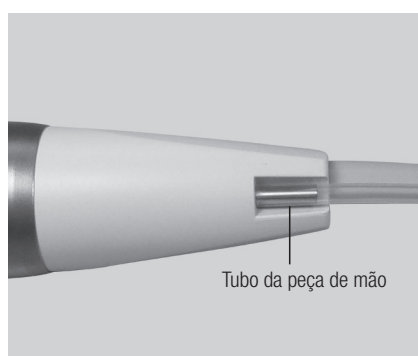

Fig. 11
- 4) Introduza a outra extremidade do tubo de irrigação no tubo respetivo da peça de mão (Fig. 11).